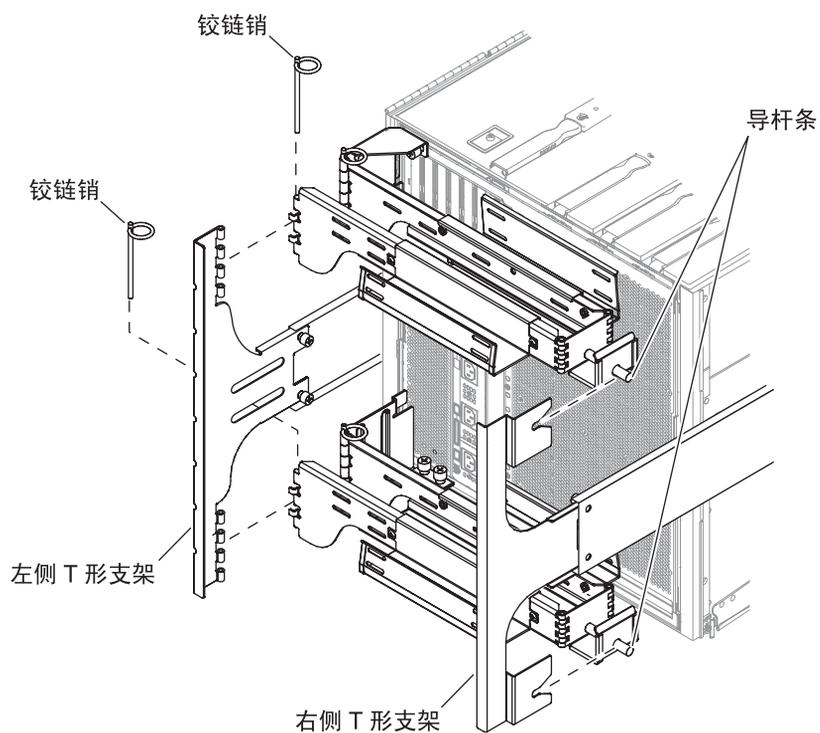

图 1-25 将上/下 CMA 臂安装到 T 形支架
8. 使用一个铰链销将上 CMA 臂固定到左侧 T 形支架（图 1-25）。
9. 使用一个铰链销将下 CMA 臂固定到左侧 T 形支架（图 1-25）。